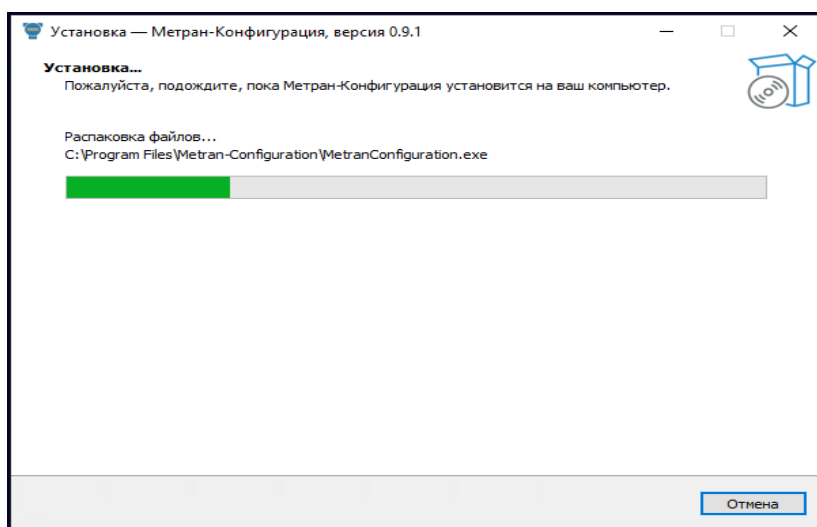

Рис. 7 Окно установщика с диаграммой процесса установки ПО
6. Нажмите кнопку *Установить*. Появится окно распаковки файлов (рис. 7).